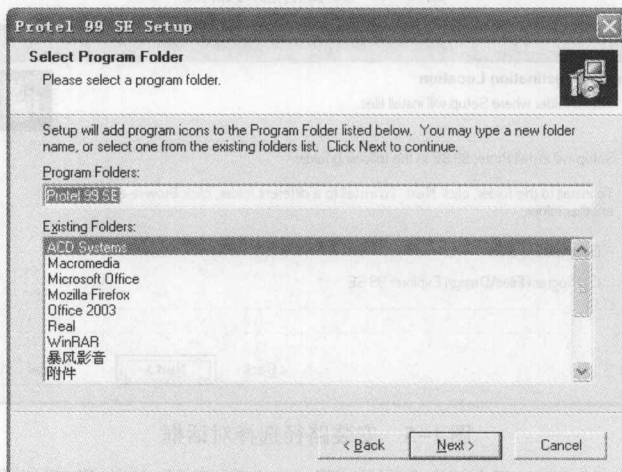

图 1-8 修改程序文件夹名称
(8) 单击“Next”按钮，出现如图 1-8 所示的创建程序文件夹对话框。系统默认将启动图标放在 Protel 99 SE 文件夹中，用户可以在编辑框里改变图标的所在路径。